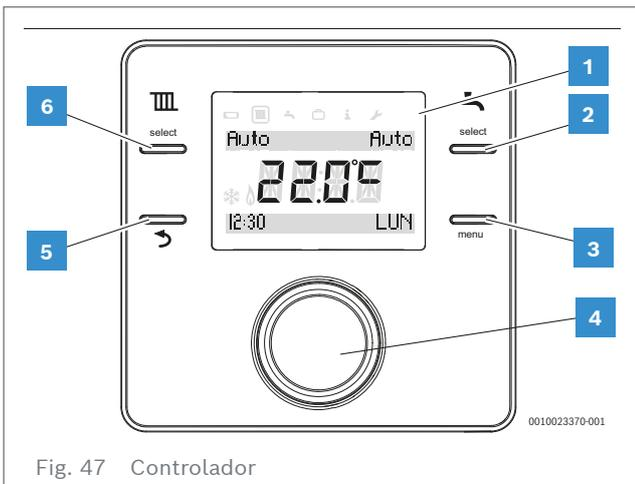
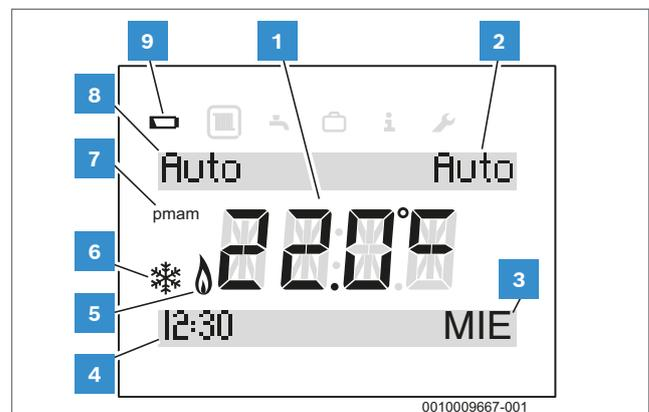

Fig. 47 Controlador
Fig. 48 Indicación estándar de la pantalla
El modo de calefacción puede configurarse en “modo automático” o “modo manual On/Off” (fig. 47, mediante la tecla de selección (6).
Los botones pulsadores de regulación, un selector central para un “control con una sola mano” (pulsación y giro con un botón fig. 47, (4) y una línea de texto sin formato (fig 48 (8)) facilitan en gran medida el manejo.